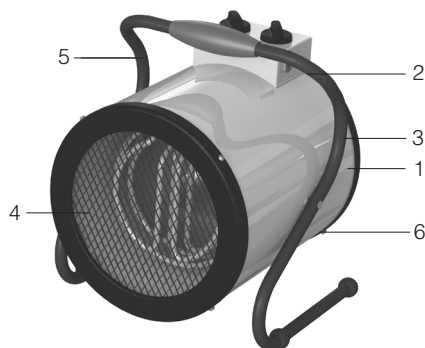

Рис. 1. Устройство прибора
Исполнение тепловентилятора – переносное, рабочее положение – установка на полу, условия эксплуатации – работа под надзором, режим работы – повторно-кратковременный. Несущая конструкция тепловентилятора (см. рис.1) состоит из кожухов наружного (1) и внутреннего, изготовленных из листовой стали и имеющих цилиндрическую форму. Во внутреннем кожухе размещены вентилятор и трубчатые электронагревательные элементы. Снаружи кожуха расположен корпус блока управления (2). Кожух наружный, закрытый воздухозаборной (3) и воздуховыпускной (4) решетками, винтами устанавливается к ручке-подставке (5) и имеет возможность поворота в вертикальной плоскости. Угол поворота фиксируется винтами (6). Вентилятор